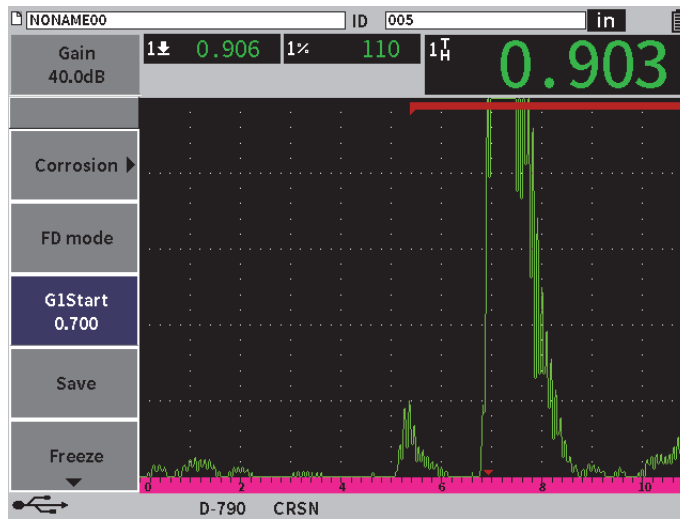

Figura 11-40 Misura prodotta correttamente
- ◆ Selezionare **InizioG1** dal menu della barra laterale e ruotare la manopola di regolazione per aumentare o diminuire la posizione iniziale del gate 1 fino a quando la misura viene prodotta correttamente (vedere Figura 11-40 a pagina 229).